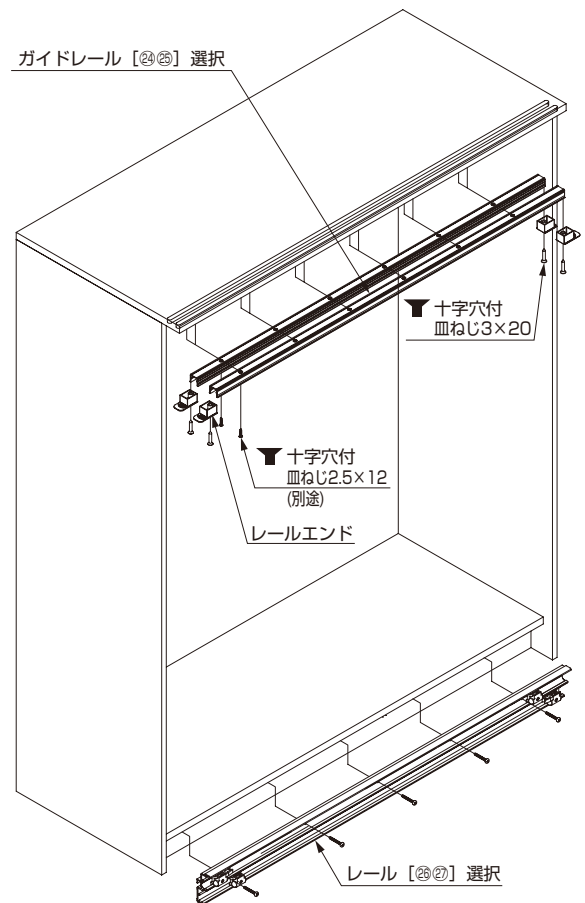

図 2-3-1
③ レールをキャビネットに取り付けます
(1)ガイドレール(㉔または㉕)をキャビネットに図 2-3-1 および次のように取り付けてください。
[3]下用のレール(㉖または㉗)を台枠に固定してください。(図 2-3-1)